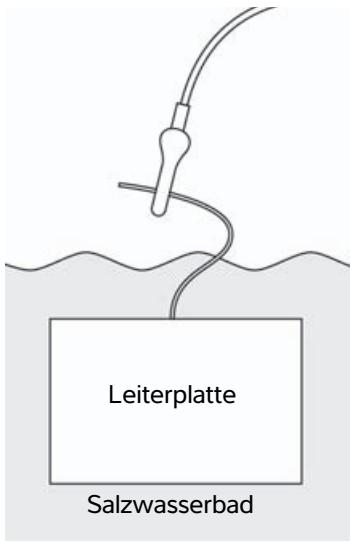

Abbildung 6 Anschluss der Leiterplatte
- a Die schwarze Elektrode mit der Leiterplatte im Salzwasserbad verbinden, siehe Abbildung 6.